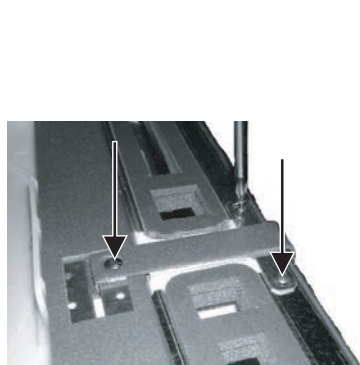

図5 プレート押さえ用金具の取付け
(6) プレート押さえ用金具で吹き分けプレートを固定します。(ネジ3カ所、図5)